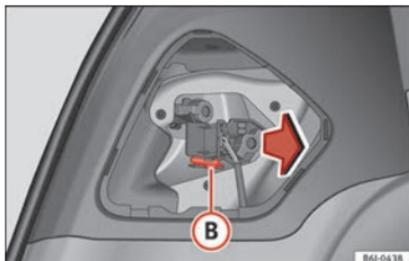

Fig. 199 Démontage du support d'ampoules.
- Démontez le support d'ampoule en appuyant sur le clip de fixation (B) » fig. 199 et en le retirant vers l'extérieur.